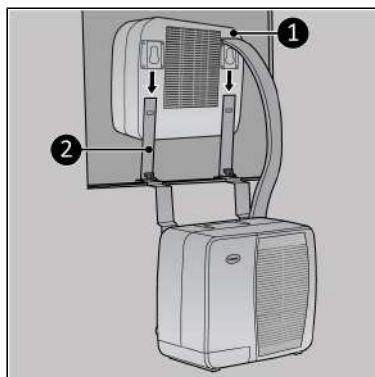

Figura 74.
2. Far scorrere l'unità interna sulle staffe di supporto da caravan ( Figura 74, pos. 2).